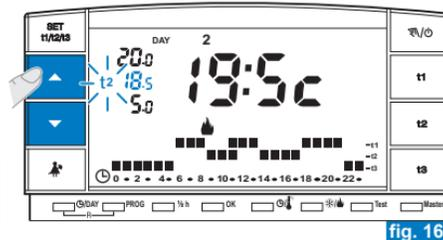

fig. 16
- Modifier la température sélectionnée en utilisant les touches ▲ ▼ ; chaque impulsion correspond à une variation de 0,5°C (fig. 16).